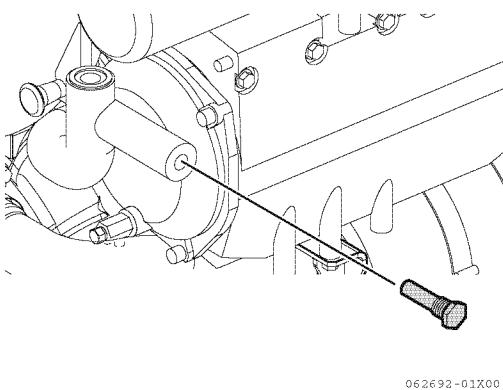

Figura 9
3. Retire todos los tapones (**Figura 7**), (**Figura 8**) e (**Figura 9**) que indican ZINC en la etiqueta (**Figura 6**).